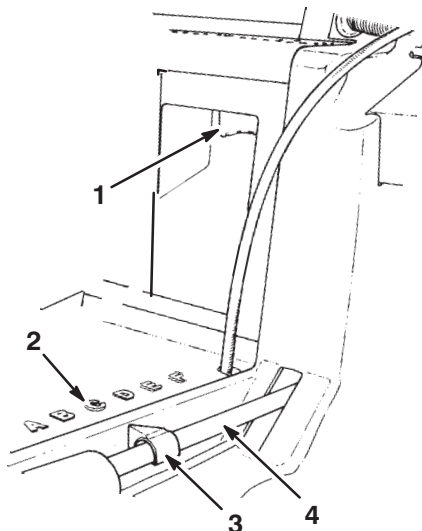

Abbildung 14
2. Mit einem oder zwei Fingern gegen den Schnitthöhen-Einstellhebel drücken (Abb. 14).